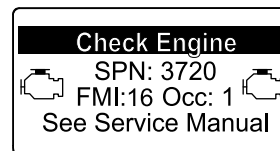

Figura 48
- Advertencia del motor SPN 3720, FMI 16 (Figura 48)